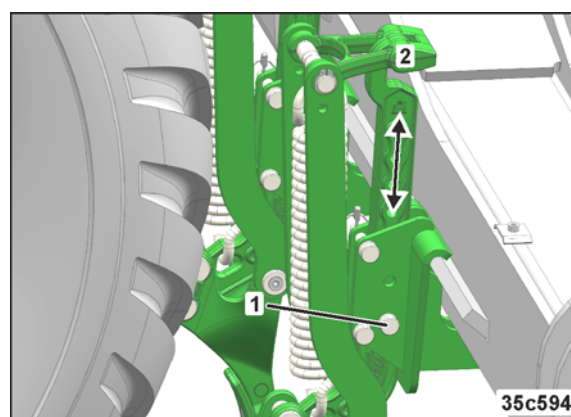

Fig. 207
1. Maintenez l'effaceur de traces par la poignée (Fig. 207/2).
2. Retirez l'axe (Fig. 207/1).